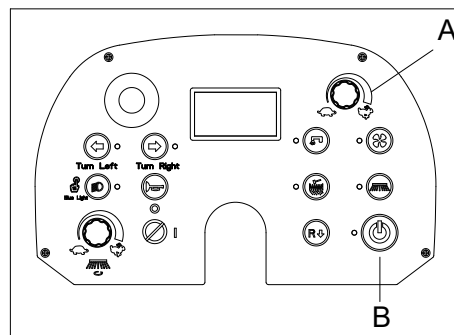

Figura 19
- Reglați butonul de reglare a vitezei (A, Figura 19) pentru a minimiza viteza de deplasare.
- Apăsăți butonul de pornire cu un singur buton (B, Figura 19) pentru a coborî peria principală și porniți-o timp de aproximativ un minut prin apăsarea pedalei de accelerație.